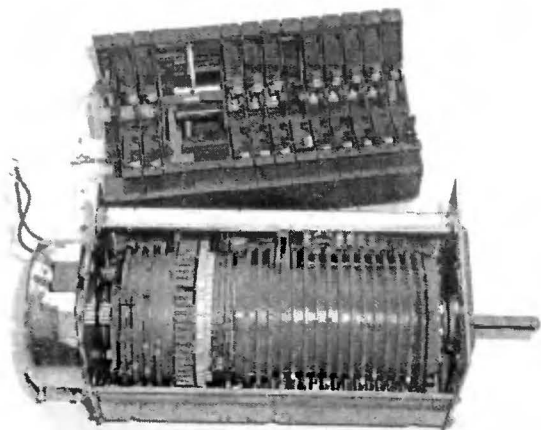

Рис. 11.13. Программаторы в разобранном виде
В заключение этого раздела рассмотрим еще две модели программаторов. Поскольку мы основное внимание уделяем устройству контактных галет, то и программаторы (рис. 11.13 и рис. 11.14) показываем уже разобранными. Разбираются они следующим образом. Сначала отпаивается печатная плата. У первого программатора — печатной платы нет, так как все его галеты имеют плоские выводы, предназначенные для разъемов. На рис. 11.15, а приведен вид программаторов с лицевой стороны. Стрелками указаны места сквозных стержней, скрепляющих галетные блоки. Чтобы вытащить эти стержни, нужно сначала снять синхромотор, выводы которого также могут быть припаяны к печатной плате. При нажатии на выступающие концы стержни подаются назад и легко вынимаются. Поскольку у этих моделей программные барабаны состоят из двух частей, то перед разборкой желательно сделать метки фломастером на обеих частях барабана. Это можно сделать через технологические вырезы в кожухе программатора. Иначе после последующей сборки придется искать начальное положение барабанов с «медленными» кулачками и с «быстрыми», чтобы попасть в то положение, в котором барабаны находились до разборки. Итак, мы сняли галетные блоки. На рис. 11.16 показано несколько галет с плоскими контактами, предназначенными под разъемы. Если считать слева направо, то получится: первый контакт — переключаемый, в следующей группе контактов (правой) — то же самое, галетные блоки наших программаторов имеют более сложное устройство из-за наличия дополнительных кулачков (1) и возвратных пружинок (2), поэтому при разборке нужны максимальные осторожность и аккуратность. На рис. 11.17 представлена одна галета с выводом под печатный мон-